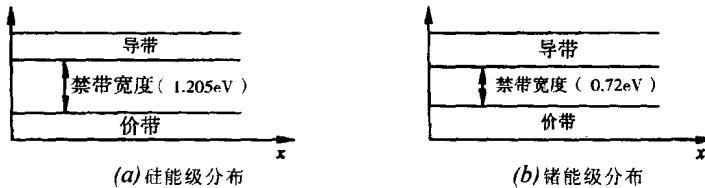

图 1-1 硅和锗能级图
1) 硅(Si) 和锗(Ge)。硅和锗是常用的半导体材料，均为4价元素。其能级图如图1-1(a) ~ (b) 所示。硅和锗原子组成十分严密的共价键结构，共价键中的电子(价电子)能量小，不能参与导电。